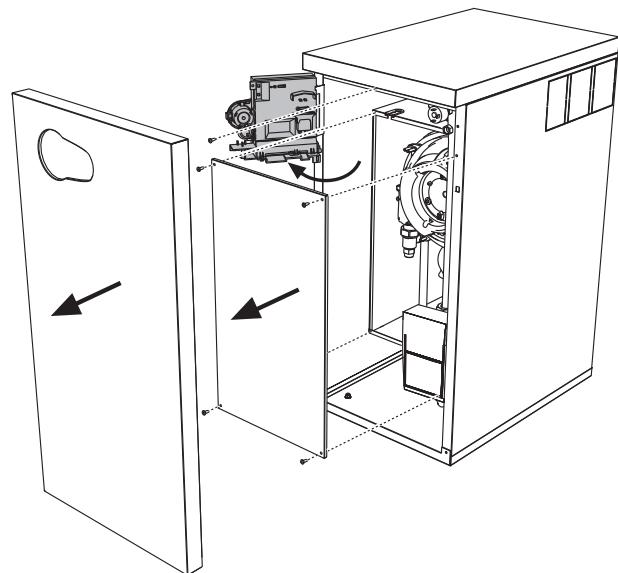

fig. 22
- Quite el panel frontal y el panel de la cámara estanca (fig. 22).
- Desenrosque el tornillo y gire el panel de mandos (fig. 22).